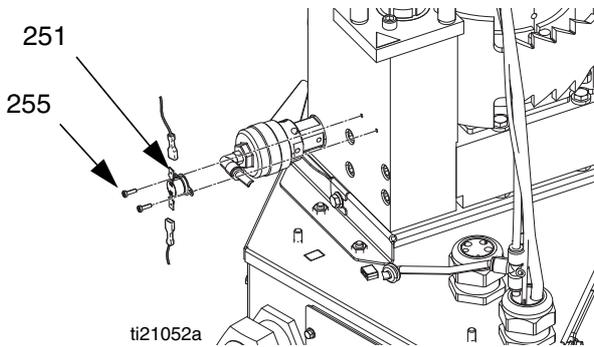

FIG. 38
12. Instale los aislantes (52, 53) en el conjunto del fundidor (5).
13. Conecte los conectores de cables al interruptor de sobretensión (251). Consulte la FIG. 38 en la página 62.
14. Use las tuercas (3) para instalar la cubierta de metal (27).
15. Extraiga el tubo de aire de la válvula de alivio (36) por el alojamiento de metal y luego conecte el tubo de aire a la válvula de alivio (245).
16. Instale la puerta de acceso delantero (10) en el armario eléctrico (1).
18. Vuelva a conectar todas las mangueras térmicas al colector de salida del fundidor (203).
10. Desconecte los conectores de cables del interruptor de sobretemperatura (251). Consulte la FIG. 38 en la página 62.
11. Extraiga el cable del armario eléctrico y luego deseche el sensor (125) y los cables.
1. Pase los nuevos cables del arnés por el ojal (63) en la parte superior del armario eléctrico.
2. Conecte los conectores de cables al interruptor de sobretemperatura (251). Consulte la FIG. 38 en la página 62.
3. Coloque el sensor de temperatura del calentador de banda (125) en el fundidor.
4. Ajuste el tornillo (AA).